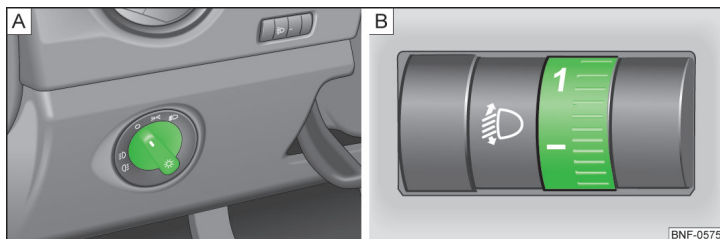

Fig. 35 Comutator de lumini / buton rotativ pentru reglarea fasciculului farurilor (pe nălțime)
La autovehiculele cu volanul pe partea dreaptă ordinea aranjării elementelor de comandă diferă parțial față de ordinea prezentată n » fig. 35 la pagina 49. Simbolurile care marchează pozițiile elementelor de operare sunt aceleași.
n funcție de dotare, comutatorul de lumini » fig. 35 - **A** poate fi adus n următoarele poziții.
Prin rotirea butonului rotativ » fig. 35 - **B** din poziția — n § se adaptează treptat nălțimea de luminare a farurilor și astfel este scurtat conul de lumină.
- ✓ Comutatorul de lumini se află n poziția 0 » fig. 35 la pagina 49.